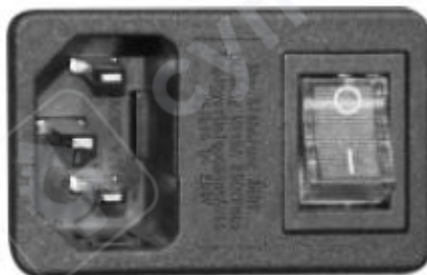

Рис. 1
2. Включите питание (см. рисунок 1), после чего устройство начнёт работу.